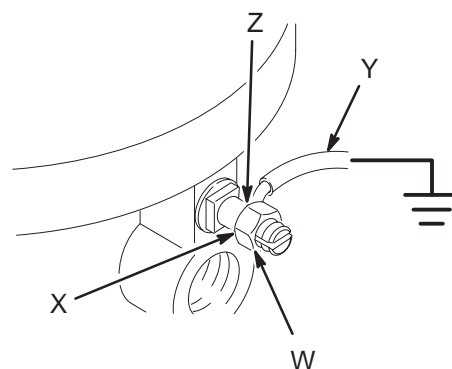

Fig. 1
1. *Pumpe:* Bruk en jordledning og en klemme slik som vist i Fig. 1. Løsne låsemutteren på jordingstappen (W) og skiven (X). Stikk den ene enden av en jordledning (Y), som må ha en diameter på minst 1,5 mm2, inn i slissen i tappen (Z) og trekk låsemutteren godt til. Koble ledningens andre ende til en god jordforbindelse. Oppgi del nr. 238909 ved bestilling av jordledning og klemme.